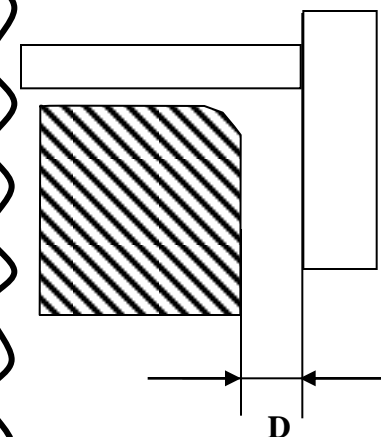

Fig 3
- D (cfr fig 3 e 4) em mm/in;
- D (cfr fig 3 and 4) in mm/in;